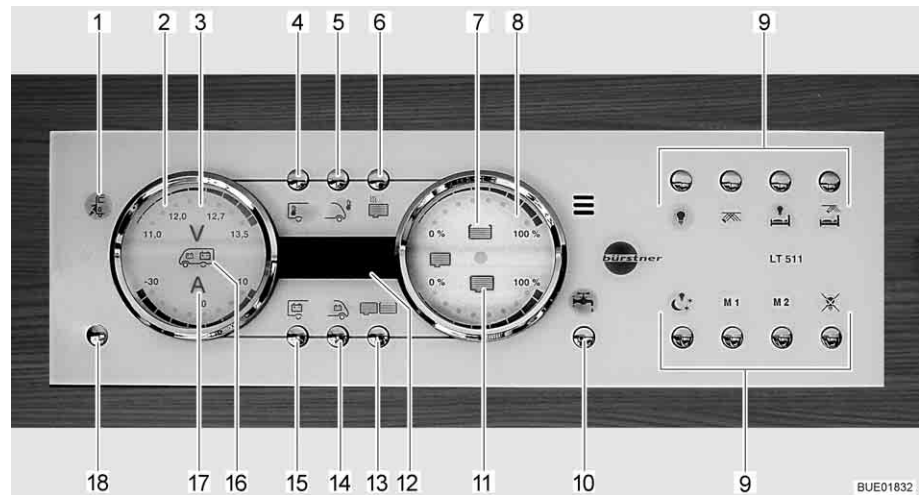

Fig. 159 Panneau de contrôle LT 511
Le voyant de contrôle 230 V (Fig. 159,1) s'allume si l'arrivée du bloc électrique est sous tension de réseau.
L'interrupteur principal 12 V (Fig. 159,18) établit ou coupe le panneau de contrôle et l'alimentation 12 V de la cellule.
- Appuyer brièvement sur la touche d'alimentation 12 V (Fig. 159,18). L'alimentation 12 V de la cellule est assurée. L'indicateur de contrôle "12 V" s'allume.
- ▷ La tension de la batterie de cellule est trop faible quand les DEL "11,0" de l'affichage en Volt et le symbole Volt "V" (Fig. 159,3) clignotent dans l'indicateur des batteries (Fig. 159,2) après la mise sous tension. Charger la batterie.
- ▷ La coupure de batterie est active quand l'indicateur de contrôle "12 V" et le symbole Volt "V" (Fig. 159,3) clignotent trois fois après la mise sous tension. Désactiver la coupure de batterie.
- Appuyer brièvement sur la touche d'alimentation 12 V (Fig. 159,18). L'alimentation 12 V de la cellule est coupée. L'indicateur de contrôle "Alimentation 12 V" s'éteint.
- Appuyer sur la touche batterie de cellule (Fig. 159,15) et la maintenir enfoncée pendant 10 secondes environ. Le symbole Volt "V" (Fig. 159,3) et l'indicateur de contrôle "12 V" clignotent trois fois. La batterie de cellule est coupée du réseau de bord de 12 V.
- Appuyer sur la touche d'alimentation 12 V (Fig. 159,18) et la maintenir enfoncée pendant 5 secondes environ. Le symbole Volt "V" (Fig. 159,3) et l'indicateur de contrôle "12 V" clignotent trois fois. La batterie de cellule est branché au réseau de bord 12 V. L'indicateur de contrôle s'allume au bout d'env. 5 secondes.
- Appuyer sur la touche de la batterie de cellule (Fig. 159,15). Le symbole Volt "V" (Fig. 159,3) s'allume. Le symbole Ampère "A" (Fig. 159,17) est allumé en blanc ou en rouge suivant l'état de chargement ou de déchargement. Les DEL à l'intérieur de l'indicateur indiquent la tension de la batterie et le courant de la batterie de cellule.
- Appuyer sur la touche de la batterie de démarrage (Fig. 159,14). Le symbole Volt "V" (Fig. 159,3) s'allume. Des DEL à l'intérieur de l'indicateur indiquent la tension de la batterie de démarrage.
- Appuyer sur la touche réservoirs (Fig. 159,13). Les symboles réservoir d'eau (Fig. 159,7) et réservoir d'eaux usées (Fig. 159,11) s'allument. Des DEL à l'intérieur de l'indicateur indiquent le niveau du réservoir d'eau (échelle supérieure) et celui du réservoir d'eaux usées (échelle inférieure).
Le symbole du réservoir d'eau (Fig. 159,7) ou celui du réservoir d'eaux usées (Fig. 159,11) clignote quand le réservoir d'eau est vide ou que le réservoir d'eaux usées est plein.
L'affichage numérique (Fig. 159,12) permet d'indiquer les températures intérieure et extérieure.
- Appuyer sur la touche température intérieure (Fig. 159,4). La température intérieure s'affiche.
- Appuyer sur la touche de la température extérieure (Fig. 159,5). La température extérieure s'affiche.